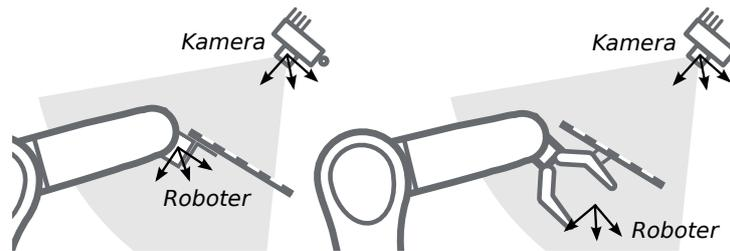

Abb. 6.18: Alternative Montageoptionen für die Befestigung des Kalibrieramusters am Roboter
6.17 und Abb. 6.18 angegeben, angebracht werden.
**Bemerkung:** Für das Modul zur Hand-Auge-Kalibrierung spielt es keine Rolle, wie das Kalibrieremuster in Bezug auf das benutzerdefinierte *Roboter*-Koordinatensystem genau angebracht und positioniert wird. Das bedeutet, dass die relative Positionierung des Kalibrieremusters zu diesem Koordinatensystem weder bekannt sein muss, noch für die Kalibrierroutine relevant ist (siehe in Abb. 6.18).